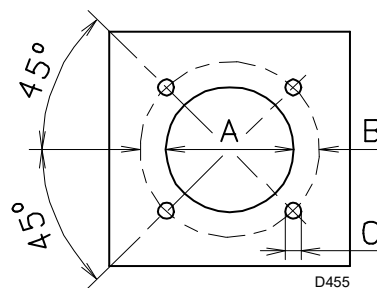

Fig. 12
Percer la plaque de fermeture de la chambre de combustion comme sur la Fig. 12 (4.6Tab. L) La position des trous filetés peut être tracée en utilisant l'écran thermique fourni avec le brûleur.
- Introduire le brûleur entier sur le trou de la chaudière, réalisé auparavant (Fig. 12), et fixer avec les vis fournies en dotation.